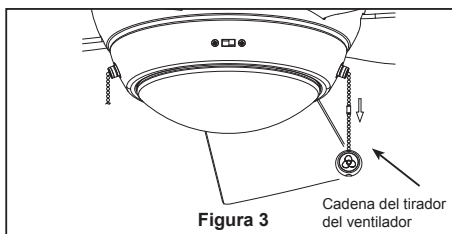

Figura 3
- ☐ 3. Verifique el funcionamiento del ventilador jalando suavemente de la cadena del tirador del ventilador. (Figura 3)